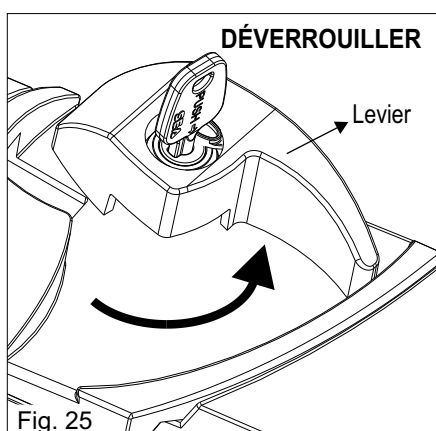

Fig. 25
- 3) Tourner le levier en sens inverse aux aiguilles d'une montre pour débloquent l'actuateur (fig.25).